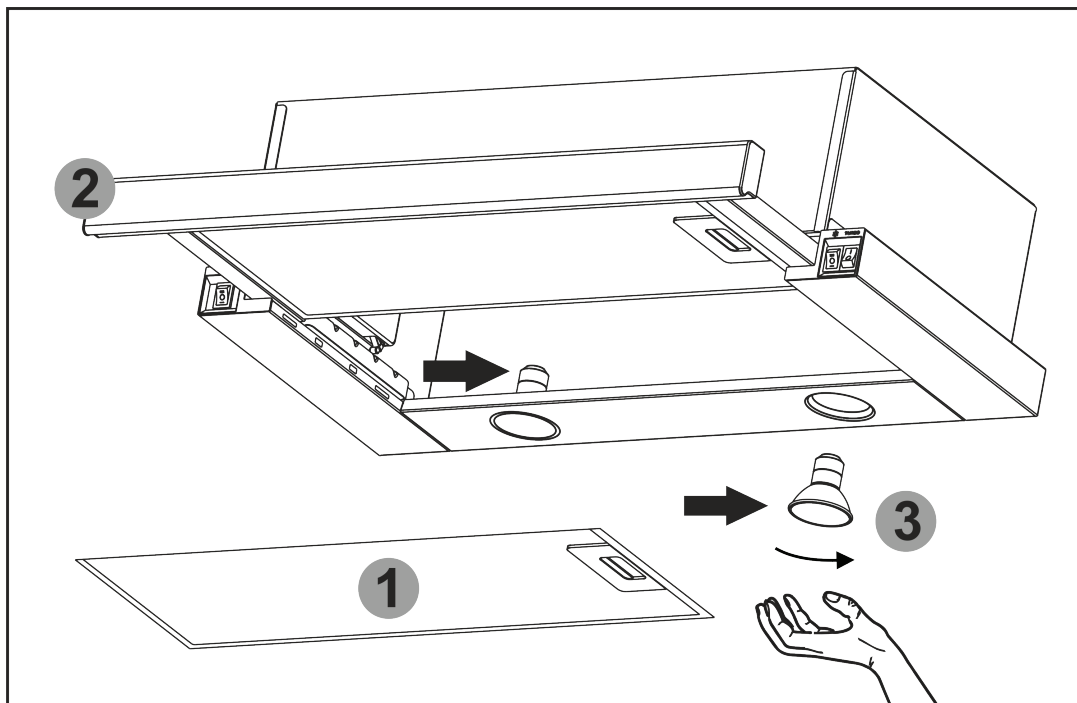

Рис.7
8.9 На вытяжке установлении **галогенные** лампы подсветки рабочей зоны плиты. Перед началом замены ламп освещения необходимо отключить вытяжку от электросети, дать возможность охладеть лампам. Для замены лампы необходимо снять алюминиевый фильтр **1**, вытянуть шухляду выдвигающую **2**, отжать держателя патрона на себя, чтобы лампа **3** вышла из корпуса вытяжки, удерживая держатель патрона, слегка надавить на лампу в направлении патрона и, повернув ее против часовой стрелки, вынуть из корпуса вытяжки (**рис.7**).